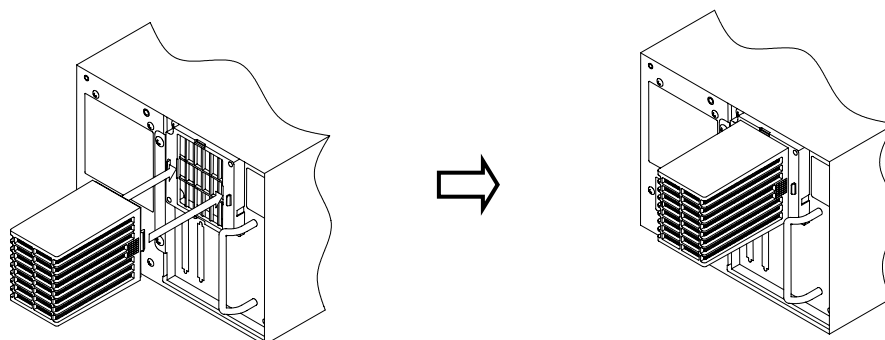

図 5-21 フィルターエレメントの取り付け方
3. 取り付けは、図 5-21 に示すようにカチッという音がするまで真っ直ぐに押し込んでください。少し引っ張っても外れなければ取り付けは完了です。